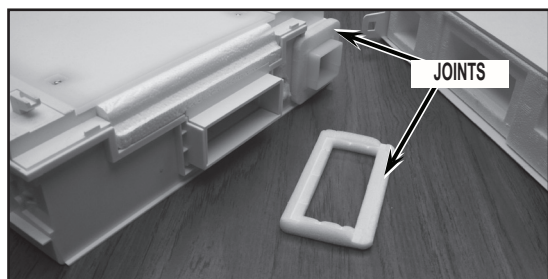

FIGURE 12
15. Retirer les joints d'arrivée et de retour à l'arrière de la boîte à glace et jeter les joints usagés. Voir *Figure 12*.